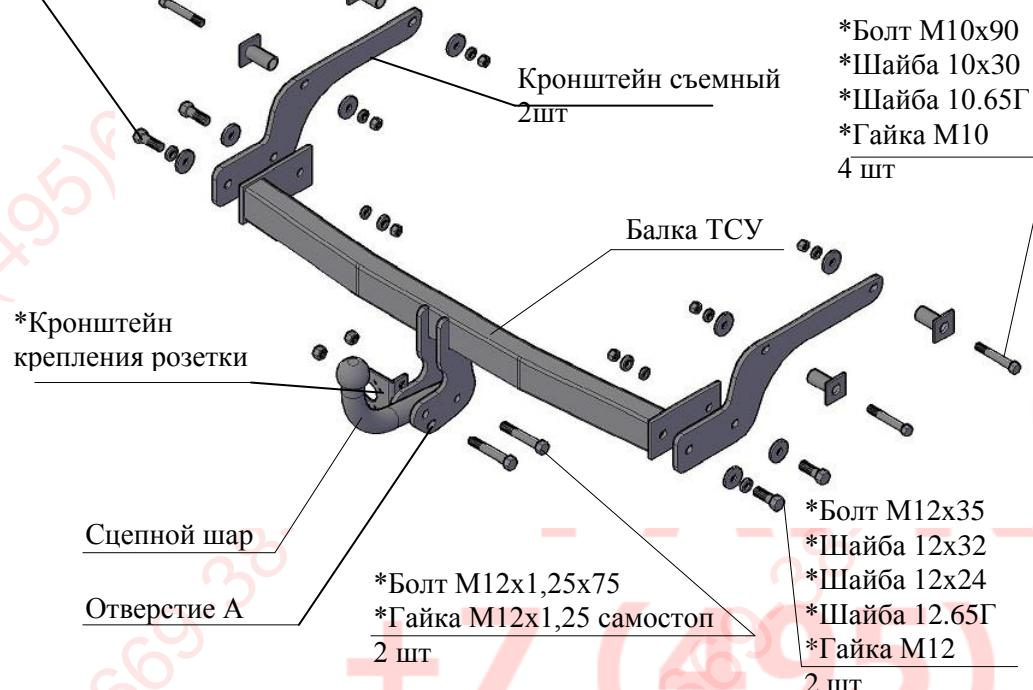

Рис.1 Тягово-сцепное устройство ТСУ 9031
2.1 ТСУ 9031 в сборе (рис.1)	1 шт.
2.2. Пакет комплектующих (рис.1) Паспорт (руководство по эксплуатации)	1 шт.
4.3 Закрепить съемные кронштейны ТСУ к наружным полкам лонжеронов а/м болтами M10x90 (кл.пр.8.8) и гайками M10, соблюдая положение болтов в соответствии с рис.1. Внутрь лонжеронов установить дистанционные втулки. Пластины 35x50x4 установить соответственно рис.1 Крепеж не затягивать.